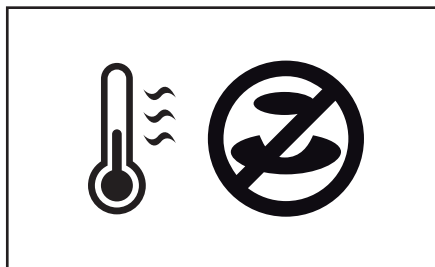

Fig. 4.9 - Opwarmen/Uitgifte geblokkeerd iconen
3. De iconen voor opwarmen en uitgifte geblokkeerd zullen op het beeldscherm verschijnen (fig. 4.9).